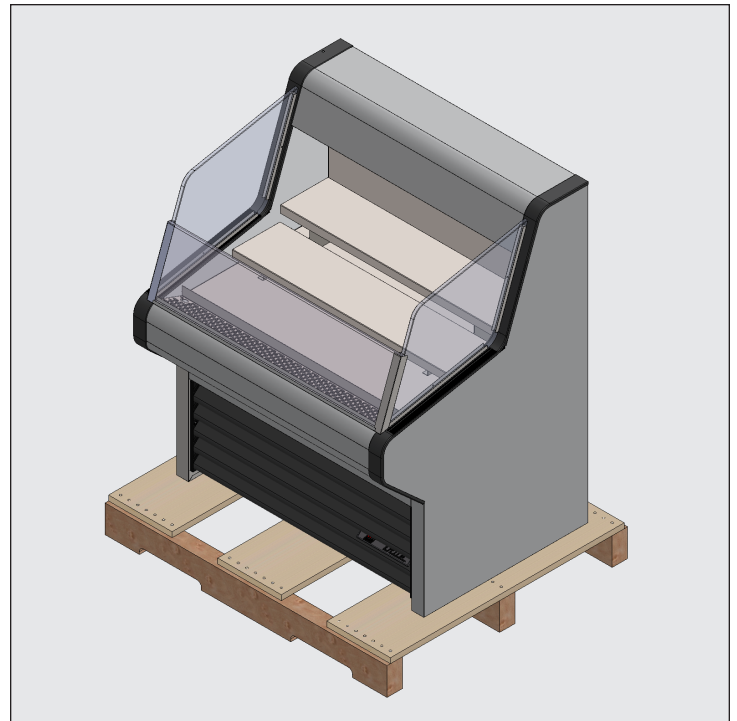

Abb. 1. Entfernen der Außenverpackung.
1. Außenverpackung entfernen (Karton und Luftpolsterfolie oder Styropor-Ecken und Kunststoffolie). Siehe Abb. 1. Auf verborgene Schäden überprüfen. **Auch hier gilt: Bei Feststellung eines Schadens bitte umgehend eine Schadensmeldung beim Transportunternehmen einreichen.**